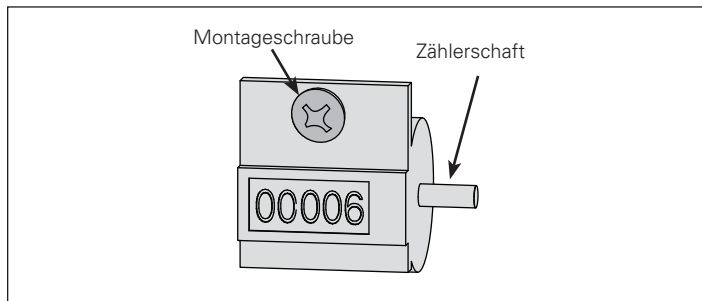
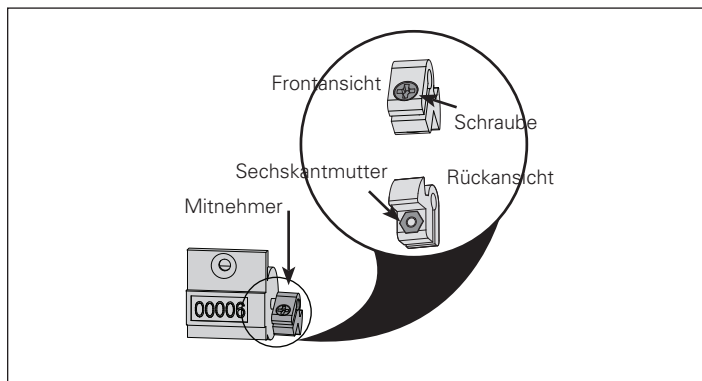

Abbildung 2 - Schaltspielzähler mit Montageschraube
Abbildung 3 - Mit Schraube und Mutter befestigter Mitnehmer
- Mitnehmer, Schraube (M2 x 0,4-8mm) und Sechskantmutter (M2 x 0,4) (siehe Abbildung 2)
Schritt 3: Wenn der Mitnehmer bereits locker am Zählerschaft befestigt ist, wie in Abbildung 3 dargestellt, überspringen Sie Schritt 3 und fahren Sie mit Schritt 4 fort. Wenn der Mitnehmer nicht locker befestigt ist, dann führen Sie Schritt 3 aus. Befestigen Sie den Mitnehmer mit den beiliegenden Schrauben M2 x 0,4 und Muttern locker am Zählerschaft (siehe Abbildung 2). Ziehen Sie die Schraube noch nicht fest um den Mitnehmer nachjustieren zu können.